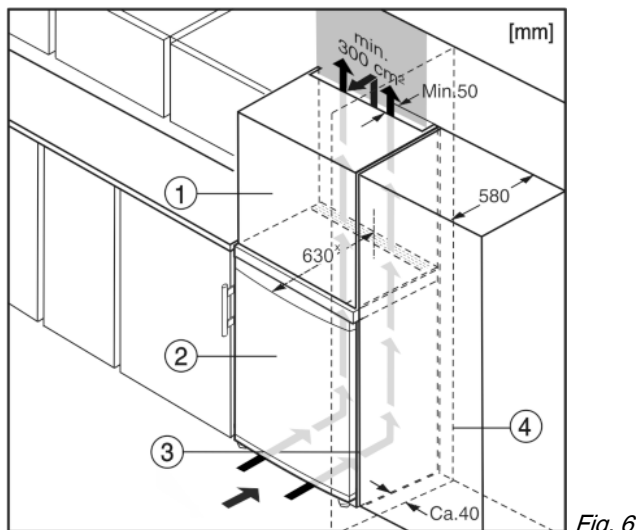

Fig. 6
Het apparaat kan in keukenkasten worden ingebouwd. Om het apparaat Fig. 6 (2) aan de hoogte van het keukenblok aan te passen, kan boven het apparaat een opzetkast Fig. 6 (1) worden aangebracht.
Bij een ombouw met keukenkasten (diepte max. 580 mm) kan het apparaat direct naast de keukenkast Fig. 6 (3) worden geplaatst. Het apparaat steekt aan de zijkant 34 mm \* en in het midden 50 mm \* uit ten opzichte van het keukenkastfront.
Plaats u het apparaat met de scharnierkant naast een muur Fig. 6 (4), dan moet de afstand tussen apparaat en muur minstens 40 mm bedragen. Dit in verband met het uitsteken van de deurgreep bij een geopende deur.\*